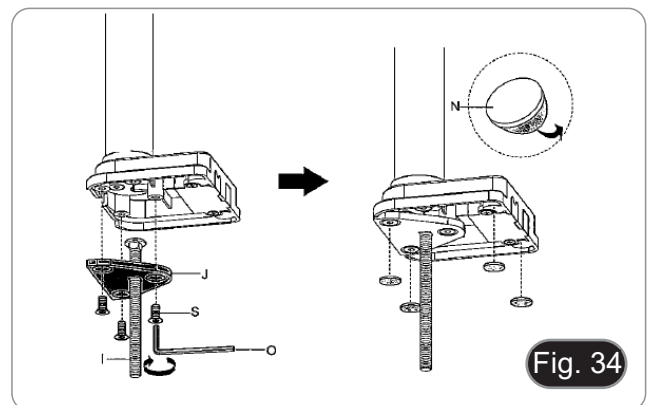

Fig. 34
3. Setzen Sie die Schraube (I) in die Befestigungsplatte (J) ein.
4. Ziehen Sie die Befestigungsplatte mit den drei Schrauben (S) fest. (Fig. 34)
5. Kleben Sie die Gummidämpfer (N) auf die Tischklemme.